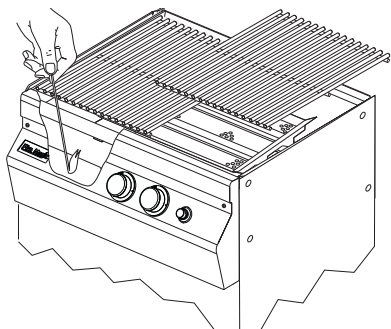

Fig. 14-3 - Éclairage manuel
RAPPEL-VOUS: POUR L'ÉCLAIRAGE MANUEL SÛR, PLACEZ Un ALLUMEUR BRÛLANT D'ALLUMETTE OU De BUTANE PRÈS Du BRÛLEUR - ALLUMEZ ALORS Le GAZ (voyez Fig. 14-3).
2. Insérez un allumeur brûlant de butane de long-baril, une allumette brûlante de long-tige, ou une allumette brûlante tenue par un support de prolongation de fil (Fig. 14-2) par les grilles à cuire au brûleur (Fig. 14-3). Pour des backburners, tenez la flamme contre le matériel perforé du brûleur arrière. Pour des sideburners, tenez la flamme contre le brûleur.